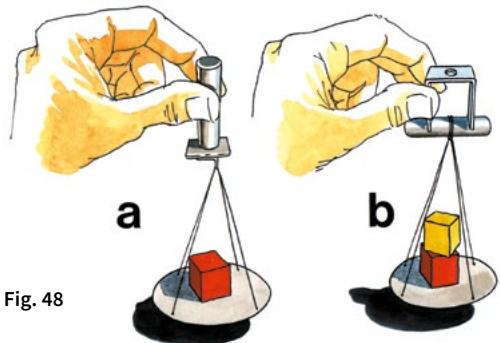

Fig. 48
1. Außer dem Magneten braucht man auch noch einen Anker und einen Pappbecher, der mit einem dünnen Faden an den Anker gebunden wird (siehe Bild 48). Anker und Becher mit dem Magneten anheben, dann verschiedene Teile aus dem Baukasten in den Becher laden, bis der Magnet den schweren Anker nicht mehr halten kann. Notiere welcher Magnet welche Last höchstens tragen konnte. Man kann natürlich auch kleine Gewichte in den Becher laden und so exakt angeben, welche Last jeder Magnet tragen kann.
2. Jetzt noch den Kernmantel aus dem Baukasten auf den Magneten setzen (Bild 48) und das Experiment wie zuvor beschrieben wiederholen. Wie stark ist der Magnet jetzt? Obwohl es sich um den gleichen Magneten handelt, ist er stärker geworden, weil jetzt beide Magnetpole benutzt werden, zuvor war es nur einer.